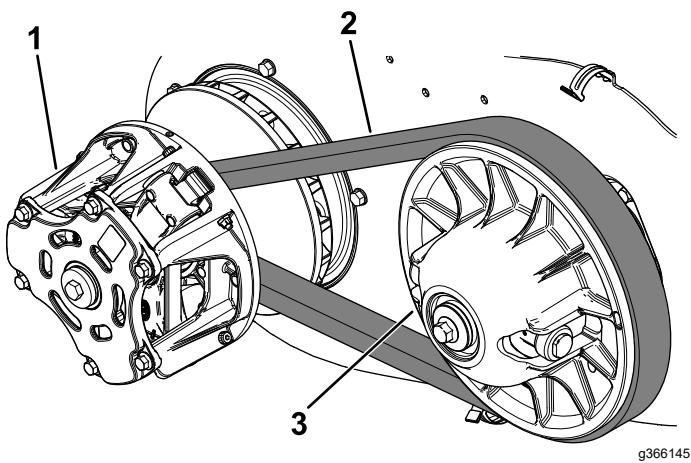

Figure 112
6. Faites tourner la courroie (Figure 112) et vérifiez qu'elle n'est pas excessivement usée ou endommagée.
- 7. Nettoyez soigneusement les embrayages à l'air comprimé (Figure 112).
6. Tirez sur le haut de la courroie pour écarter l'embrayage secondaire, puis faites tourner et acheminez la courroie par-dessus l'embrayage secondaire (Figure 112).
7. Enlevez la courroie de l'embrayage primaire (Figure 112).
8. Alignez la courroie neuve sur l'embrayage principal (Figure 112).
9. Faites tourner la courroie et faites-la passer sur l'embrayage secondaire (Figure 112).